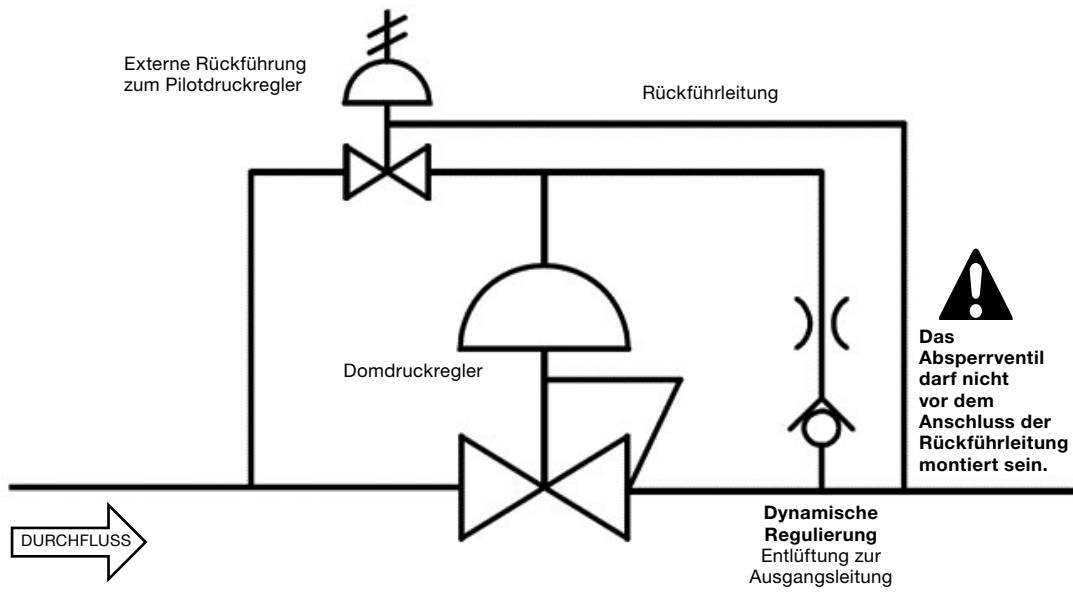

Abbildung 3
- **Externe Rückführung zum Pilotdruckregler** Bei diesem Aufbau kann eine externe Rückführleitung von der Reglerausgangsleitung an den integrierten Pilotdruckregler angeschlossen werden (Abbildung 3). Dies ermöglicht eine genauere und stabilere Druckregelung und eine verbesserte Regeldifferenz. Idealerweise sollte die externe Rückführleitung in einer turbulenzfreien Zone der nachgeschalteten Rohrleitung angeschlossen und so kurz wie möglich gehalten werden. Die Zeitverzögerung zwischen dem Reglerausgang und dem Anschluss der externen Rückführleitung kann die Ansprechzeit des Reglers beeinflussen. Die Zeitverzögerung sollte so gering wie möglich gehalten werden.